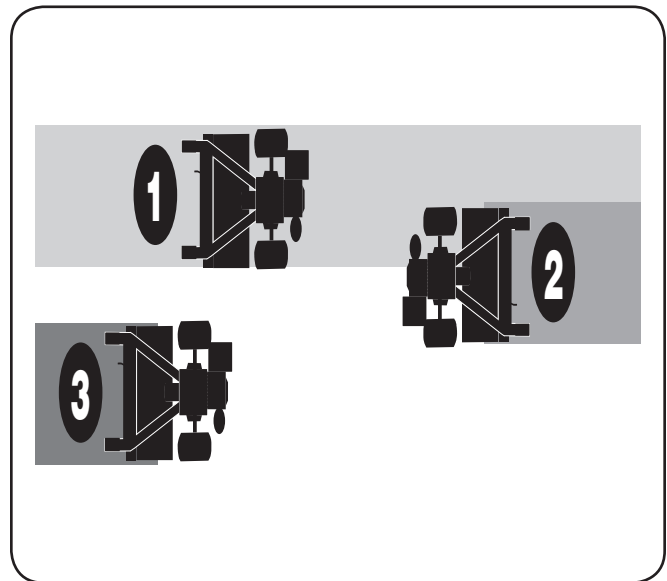

Figure 5-7
- S'il n'est pas possible de labourer le sol en longueur et en travers, chevauchez la première rangée d'une demi-largeur de motoculteur, puis chevauchez les rangées suivantes d'un quart de largeur de motoculteur. Voir Figure 5-7.